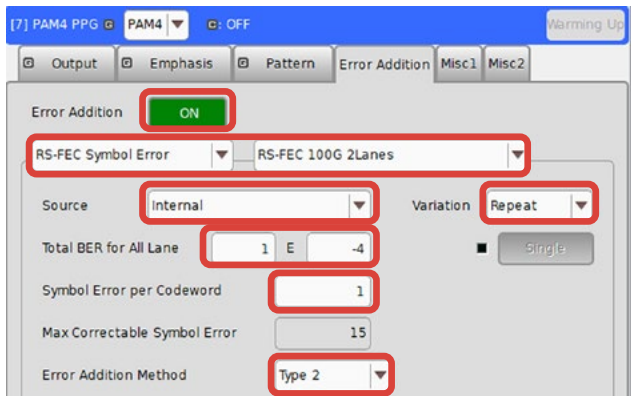

図3.3-1 PAM4 PPG Error Addition機能設定画面
3.2項におけるベースライン状態の測定に続いて、PAM4 PPGのError Addition機能を用いてロジカルエラーを付加した場合のFEC Rx測定について説明します。PPGのError Addition設定画面を図3.3-1に示します。
1. PAM4 PPGのError Additionタブで表3.3-1に示す初期設定を行います。(図3.3-1参照)